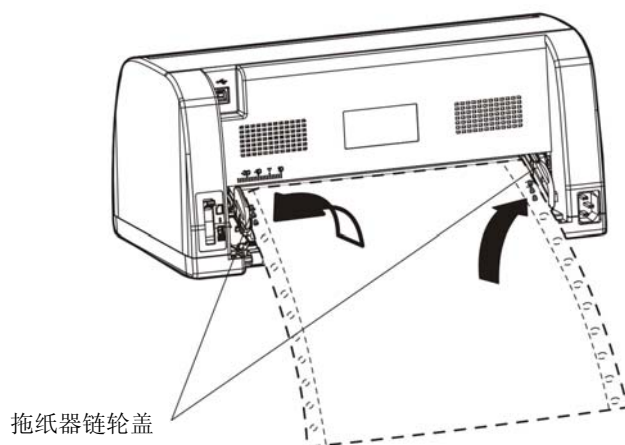

图 3-11 将连续纸安装在拖纸器上
6. 打开左、右拖纸器的压盖，将连续纸装入拖纸器齿形带上（如图 3-11 所示）。